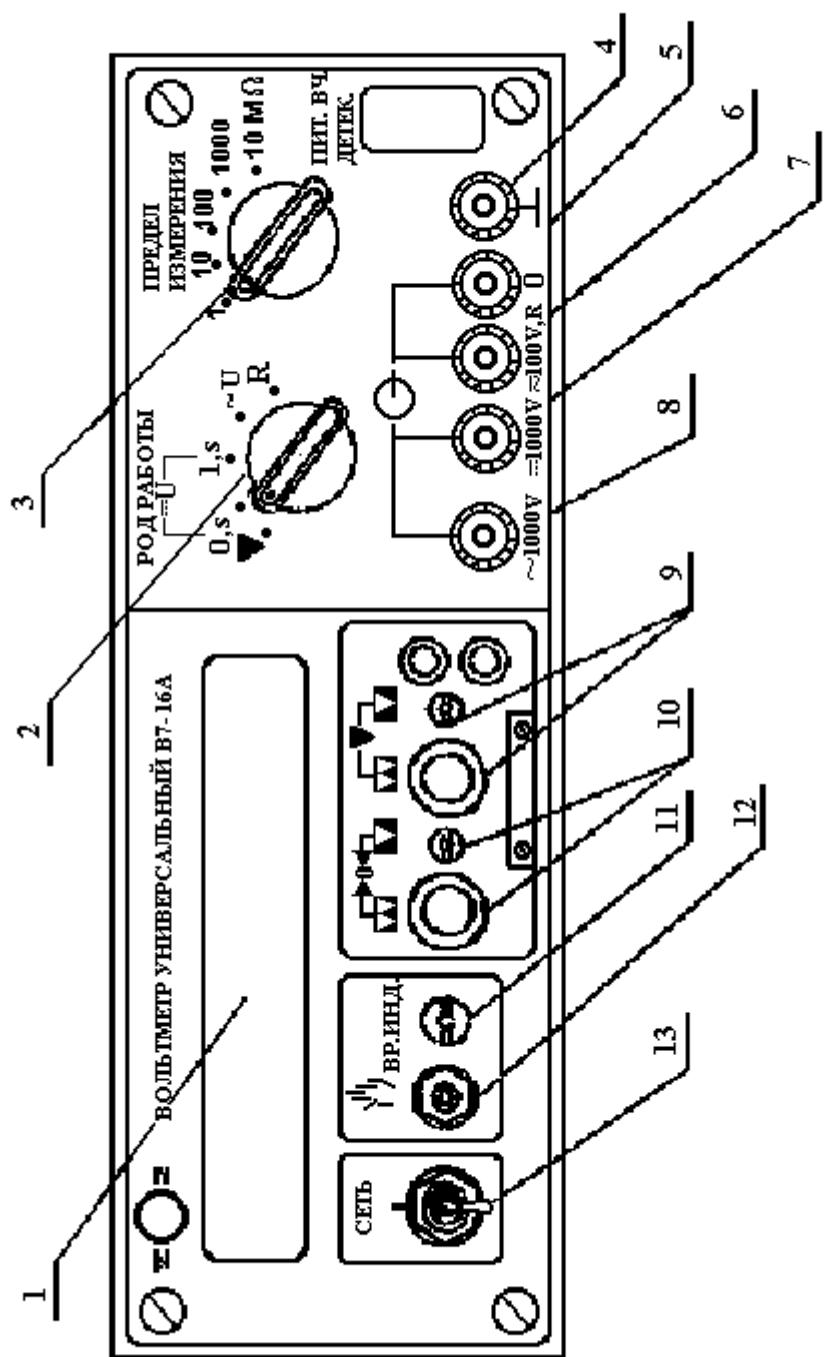

Рис. 1
1.2. **Расположение органов управления и их назначение.** Все основные органы управления и присоединения расположены на передней панели и обозначены графическими символами. Общий вид прибора приведен на рис.1. Показания прибора высвечиваются на табло (1).